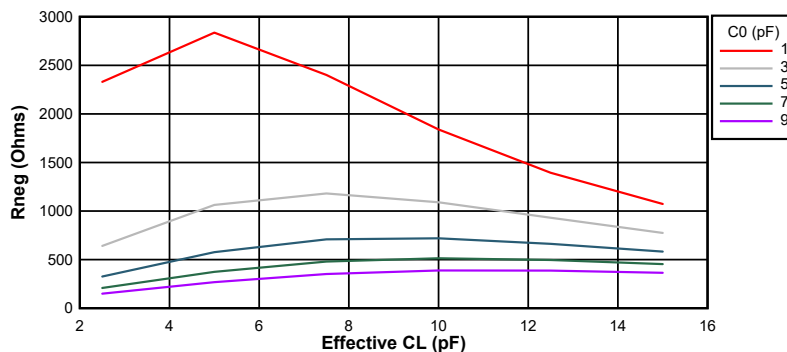
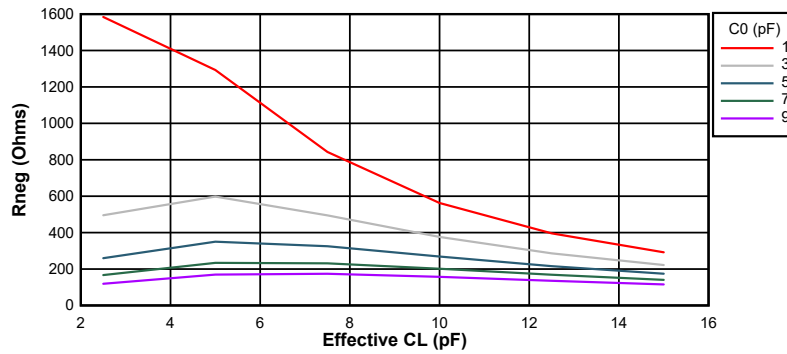

図 6-18. 10MHz 時の負性抵抗変動
図 6-19. 20MHz 時の負性抵抗変動
**図 6-18** および **図 6-19** に、このデバイスの負性抵抗と水晶振動子間の関係の変動を示します。グラフからわかるように、水晶振動子の並列容量 (C0) と実効負荷容量 (CL) は電気発振回路の負性抵抗に大きな影響を及ぼします。これらは代表的なグラフであるため、設計上考慮すべき最小値および最大値については、**表 6-8** を参照してください。